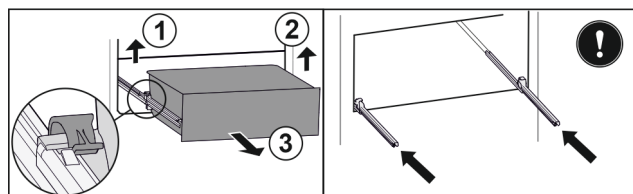

Fig. 133
- ▶ Zvedněte levou svorku a současně vytáhněte zásuvku vlevo dopředu. Fig. 133 (1)
- ▶ Zvedněte pravou svorku a současně vytáhněte zásuvku vpravo dopředu. Fig. 133 (2)
- ▶ Vyjměte zásuvku dopředu. Fig. 133 (3)